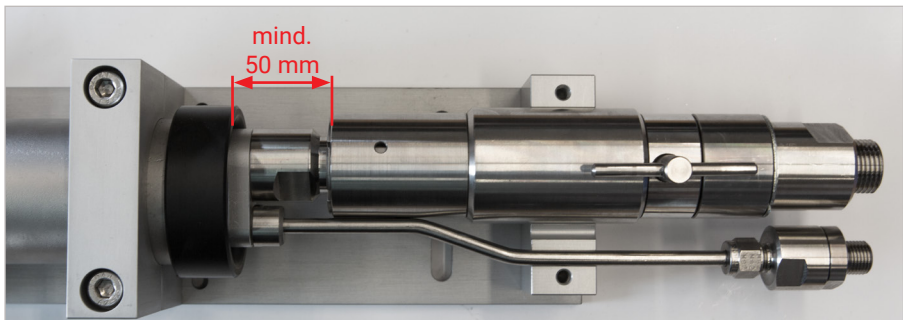

Abbildung 5
- Hinweis:** Der Abstand zwischen Führungshülse (Pos. 9) und Kupplungskörper ist zu beachten (*Abbildung 5*).